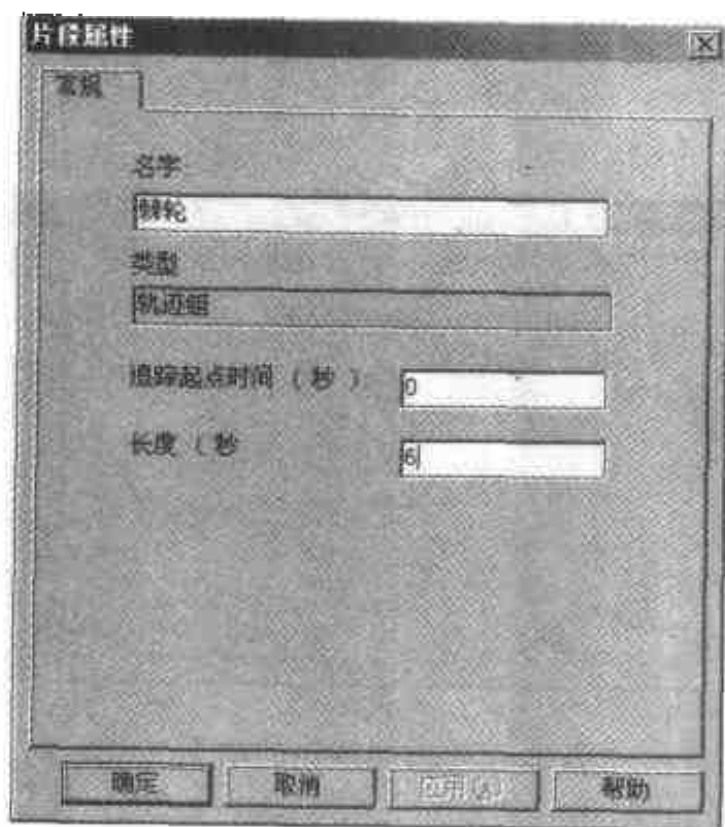
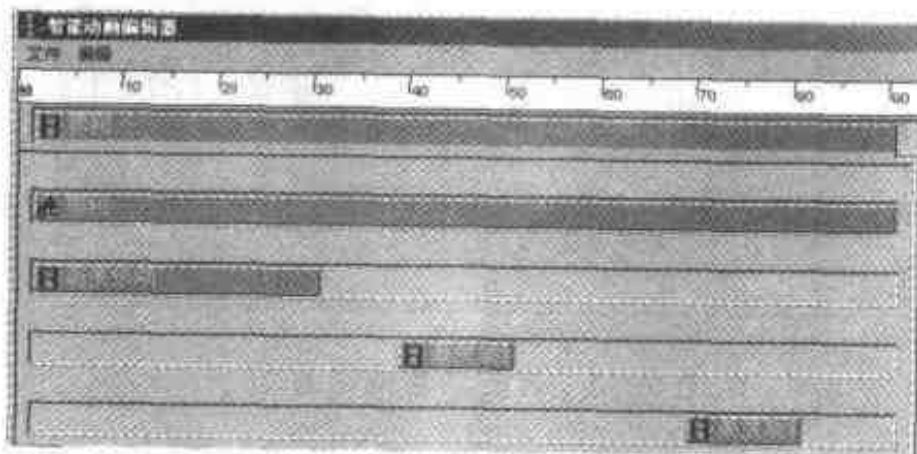

图 5.47 定义片段时间
图 5.48 棘轮动画展开编辑
- (9) 右击最上方的【棘轮】后选择【属性】命令，将长度改为 6 秒，结果如图 5.47 所示。
- (10) 右击最上面的【高度移动】后选择【属性】命令，将长度改为 2 秒。
- (11) 右击第一个【高度旋转】后选择【属性】命令，将起始时间改为 2.55，将长度改为 0.8 秒。
- (12) 右击第 2 个【高度旋转】后选择【属性】命令，将起始时间改为 4.55，将长度改为 0.8，智能动画编辑器如图 5.48 所示。